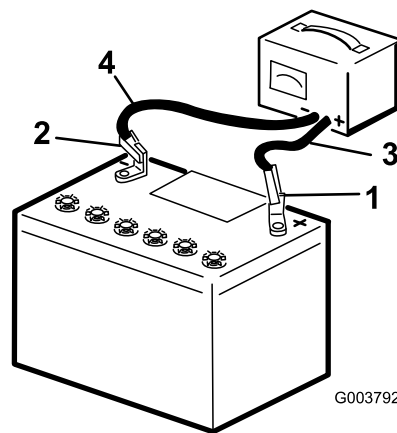

Figura 66
3. Conecte el cable positivo del cargador de la batería al borne positivo (Figura 66).
4. Conecte el cable negativo del cargador de la batería al borne negativo (Figura 66).
6. Cuando la batería esté completamente cargada, desconecte el cargador de la fuente de electricidad, luego desconecte los cables del cargador de los bornes de la batería (Figura 66).